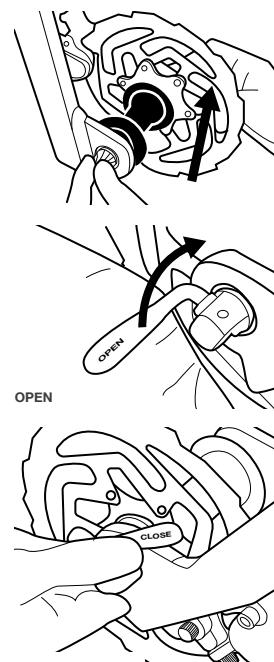

Afbeelding 15. De snelspanner openen
1. Zet de hendel van de as open. Je moet nu de markering 'OPEN' op de hendel kunnen zien, zoals wordt weergegeven op Afbeelding 15.